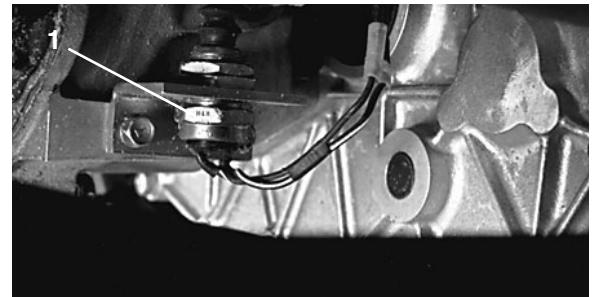

Figure 58
7. Contrôlez de nouveau le réglage du contacteur de sécurité de l'embrayage (Fig. 58). Le démarreur ne doit pas s'engager si la pédale d'embrayage ne se trouve pas à  $2,9 \text{ cm} \pm 6 \text{ mm}$  du plancher. Si un réglage est nécessaire, desserrez les écrous de blocage du contacteur et réglez en haut ou en bas.